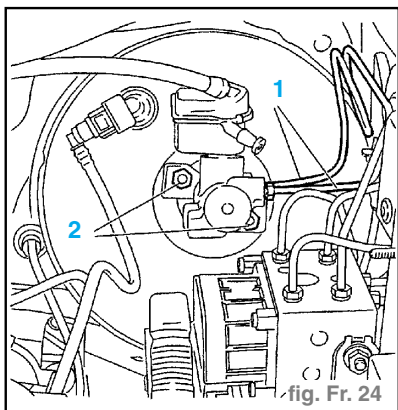

fig. Fr. 24
- Désaccoupler les tuyaux de freins (1) (prévoir l'écoulement du liquide de frein) (fig. Fr. 24)
- les écrous (2),